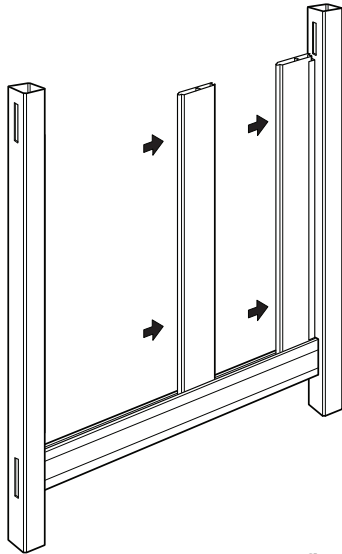

fig. 7
STEP 5 – Continuez l'installation de chaque piquet. Veillez à ce que les piquets à rainure et languette s'emboîtent parfaitement et sans interstice. Répétez la même procédure avec chaque piquet jusqu'à ce qu'il ne reste qu'un seul piquet (fig. 7).